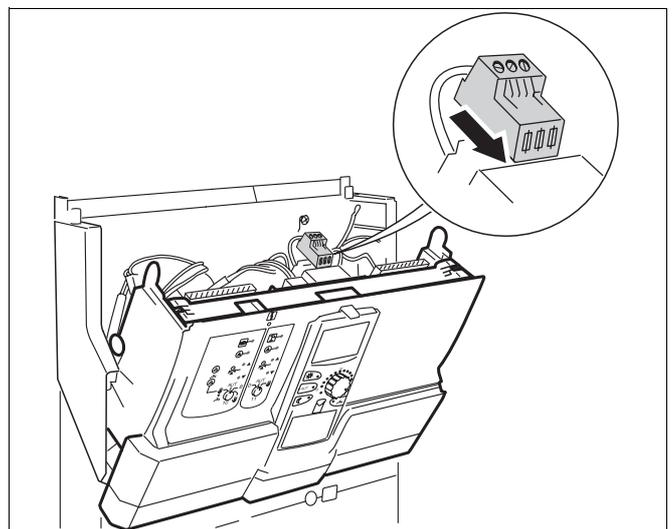

Abb. 9 Netzanschluss einstecken
- Netzanschluss direkt am Netzmodul einstecken (Abb. 9).